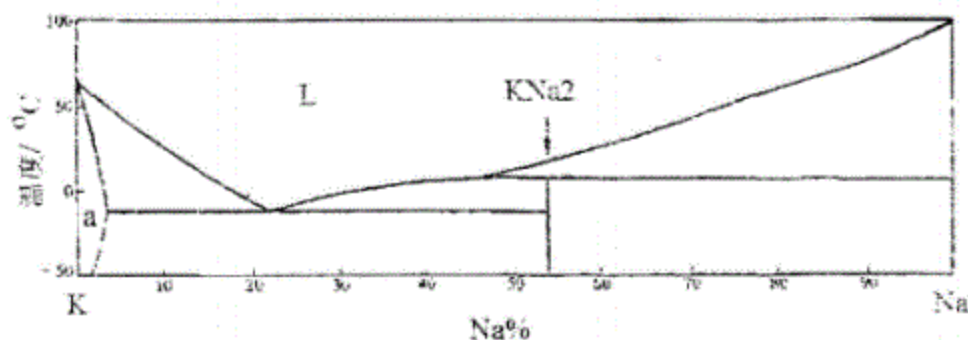

图 1 K-Na 相图
2. 标识相图(图 1)中的空白相区, 写出发生在水平线上的转变式及类型